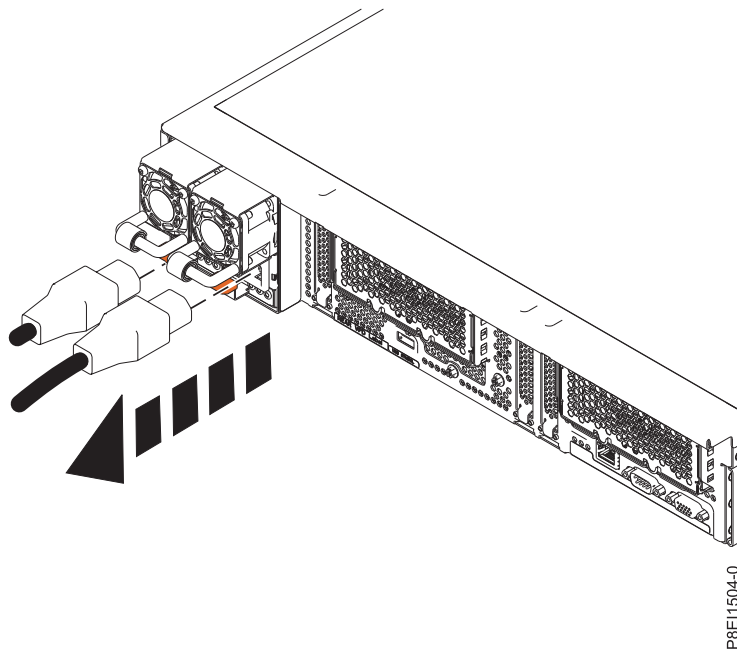

Figure 128. Retrait des cordons d'alimentation du système 8335-GTA ou 8335-GCA
4. Déconnectez les cordons d'alimentation de l'unité centrale. Voir la figure 128, à la page 135.